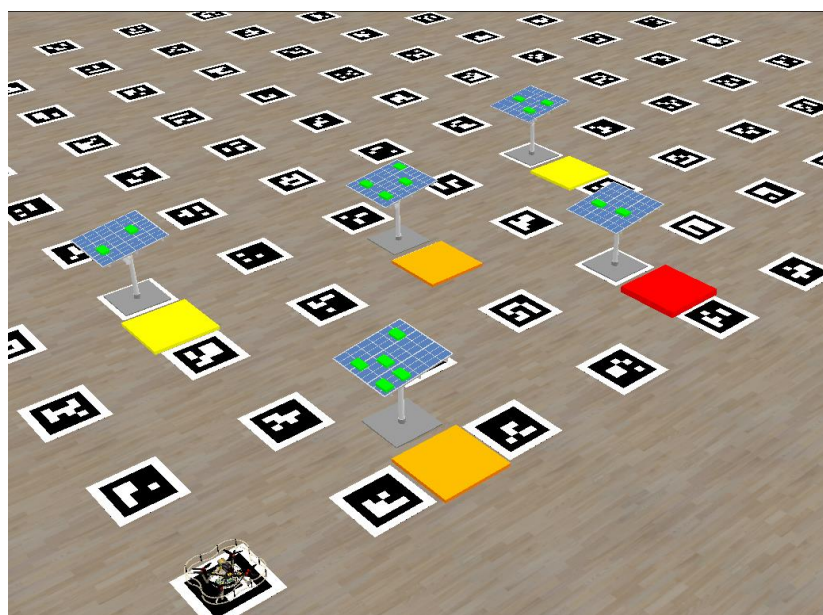

Рисунок 4 – Пример сгенерированного мира с солнечными панелями в Gazebo
3) Подготовить bash/python скрипт для случайной генерации мира или расставить объекты в мире вручную (см. пример рисунок 4). Предоставляемые файлы/модели можно найти по ссылке: <https://disk.yandex.ru/d/OCIngJKBgHSY5Q>.